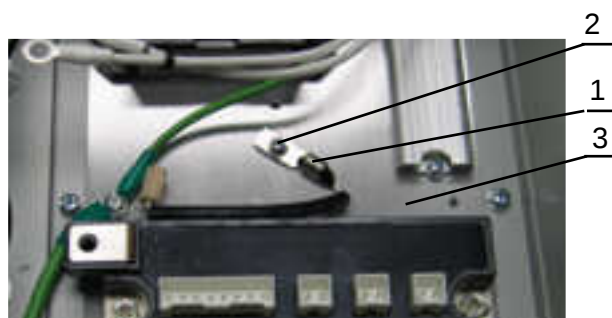

Рис.6.22
- 6.13.1. Выкрутить винт (2) крепления датчика температуры (1) (рис.6.22). Винты положить в тару для крепежа.